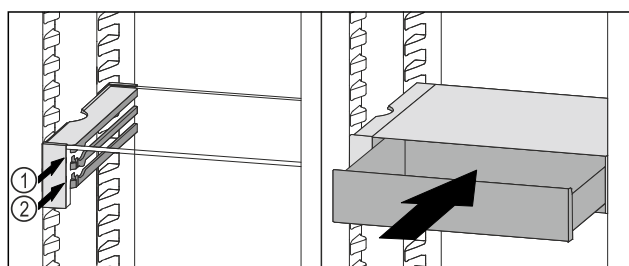

Fig. 148
- 将 VarioSafe 抽屉放置在所需肋梁 Fig. 148 (1) 或 Fig. 148 (2) 上的止挡器后面。